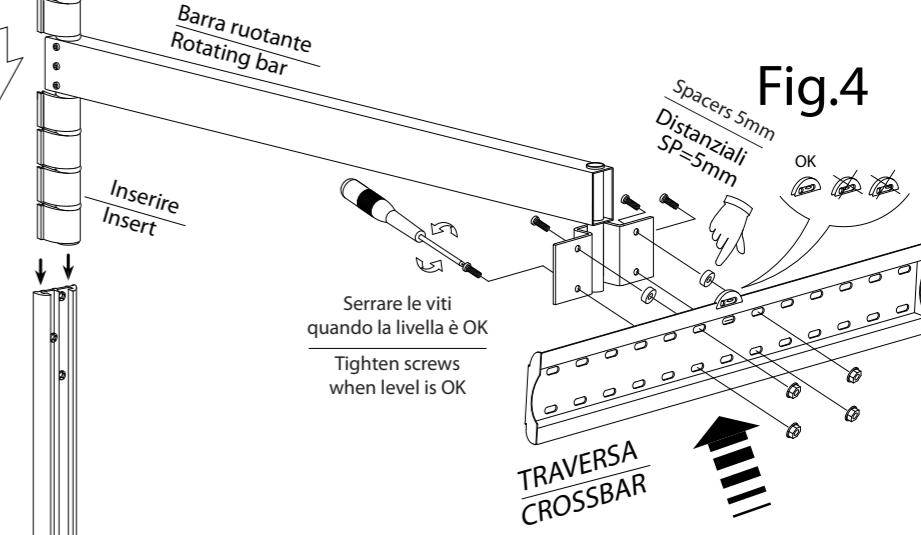

Fig.4
Now fasten the CRAFT at the front to the rotating BAR using the appropriate screws with nuts, remembering to insert 2 spacers 5 mm thick in the 2 upper screws to obtain a forward tilt of the TV (Fig.4), tighten the screws with nuts when the level is level (OK).
Befestigen Sie nun die CRAFT an der Vorderseite mit den entsprechenden Schrauben und Muttern an der drehbaren Stange und denken Sie daran, zwei 5 mm dicke Abstandhalter in die beiden oberen Schrauben einzusetzen, um eine Vorwärtsneigung des Fernsehers zu erreichen (Abb. 4). Ziehen Sie die Schrauben und Muttern fest, wenn die Ebene eben ist (OK).
Fixez maintenant le CRAFT à l'avant sur la BARRE rotative à l'aide des vis et des écrous appropriés, en n'oubliant pas d'insérer 2 entretoises de 5 mm d'épaisseur dans les 2 vis supérieures pour obtenir une inclinaison vers l'avant du téléviseur (Fig.4), serrez les vis et les écrous lorsque le niveau est égal à la réalité (OK).
Ahora fije el CRAFT por la parte delantera a la BARRA giratoria utilizando los tornillos con tuercas adecuados, acordándose de insertar 2 distanciadores de 5 mm de grosor en los 2 tornillos superiores para obtener una inclinación hacia delante del televisor (Fig.4), apriete los tornillos con tuercas cuando el nivel esté nivelado (OK).
Fixar agora o CRAFT na parte da frente à BARRA rotativa com os parafusos adequados e as porcas, não esquecendo de inserir 2 espaçadores de 5 mm de espessura nos 2 parafusos superiores para obter uma inclinação do televisor para a frente (Fig.4), apertar os parafusos com as porcas quando o nível estiver nivelado (OK).